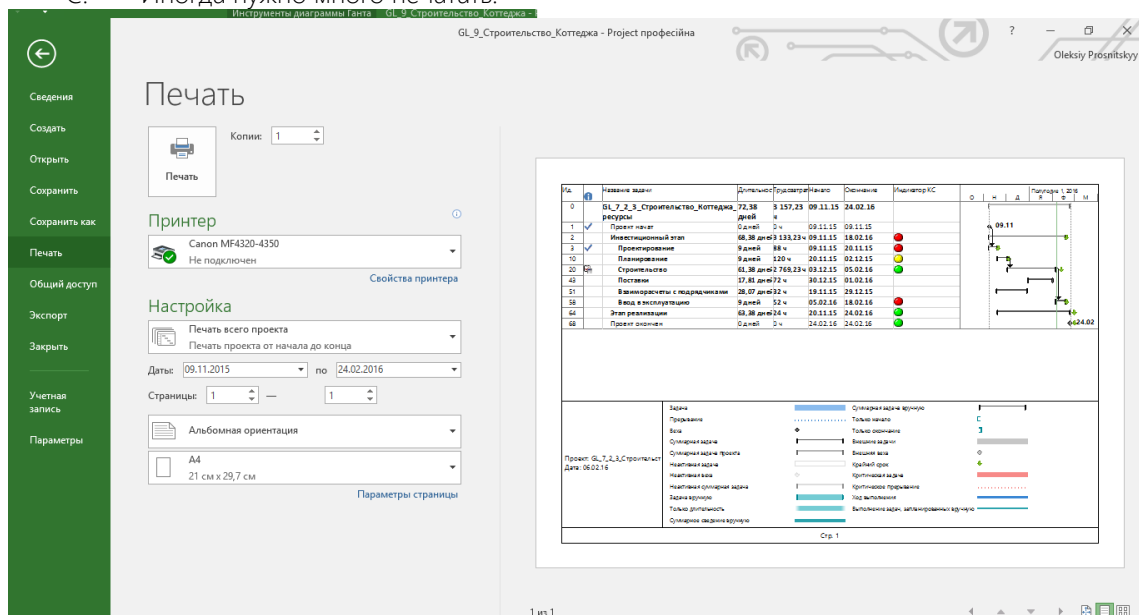

Рисунок 9.12 – Возможность печати проекта
8. Печать проекта (см. рисунок 9.12; более подробно о печати см. в п. 10.2.5).